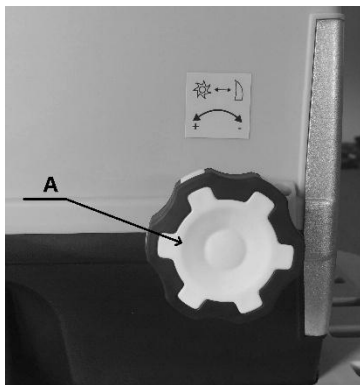

Abb. 5A
- Drehen Sie den Gegenplatten-Einstellknopf (A) im Uhrzeigersinn, bis ein leichtes Reibungsgeräusch zu hören ist und kurzzeitig feine Aluminiumspäne aus dem Auswurfkanal fallen. (Abb. 5A und 5B)